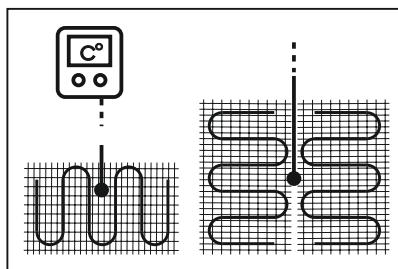

Рис. 5 – Установка датчика температуры пола между витками кабеля
- Поместить датчик температуры пола в гофрированную трубу, которая входит в комплект. Конец трубы закрыть заглушкой, во избежание попадания монтажного раствора и мусора. Датчик температуры должен легко извлекаться из гофрированной трубы. Рекомендованный радиус изгиба трубы между стеной и полом должен быть не менее 50 мм. Трубка с датчиком внутри должна располагаться на равном расстоянии между витками кабеля для наиболее точного измерения температуры (рис.5). Подробнее в руководстве по эксплуатации терморегулятора, в комплект которого входит датчик.